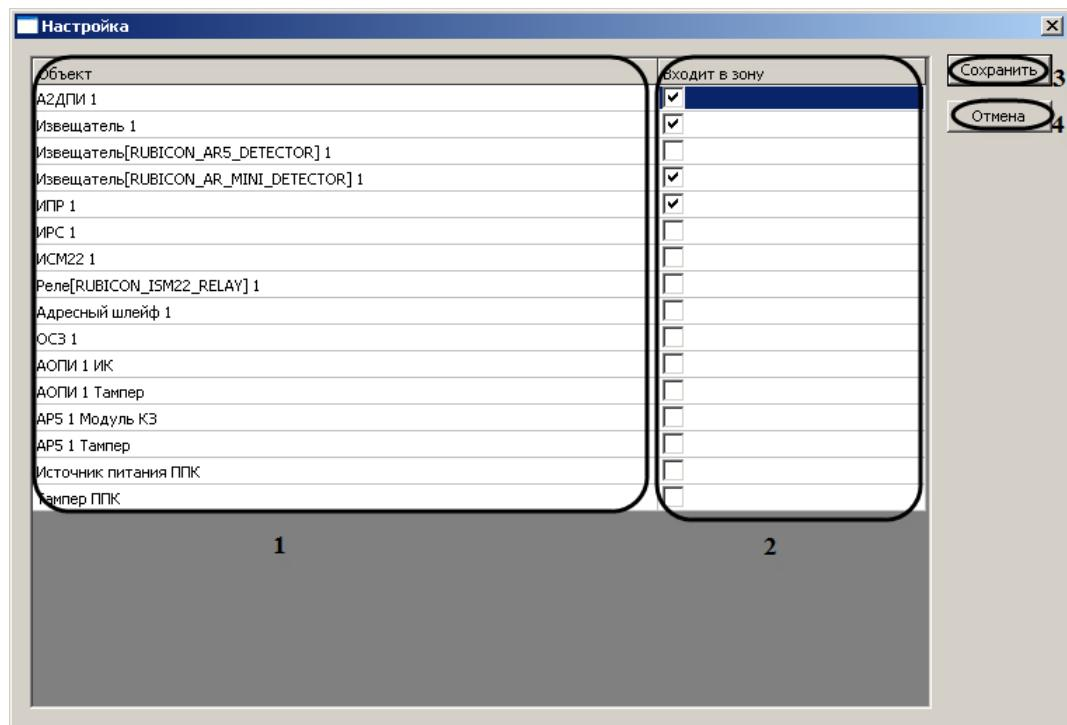

Рис. 3.7—6 Настройка связи объектов с областью
Примечание. В столбце **Объект** отображается список объектов, созданных в программном комплексе Интеллект (см. Рис. 3.7—6, 1).
3. Для связи объектов с охранной зоной необходимо установить флагок в соответствующей ячейке столбца **Входит в зону** (см. Рис. 3.7—6, 2).